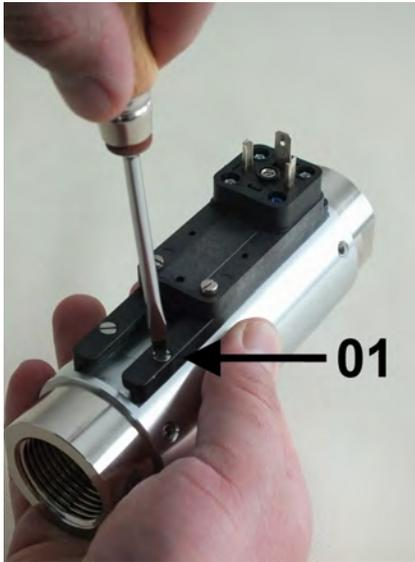

Abb. 55: Führungsleiste lösen
4. ➤ Eine der beiden Schrauben (Abb. 55/01) der Führungsleisten lösen
9. ➤ Führungsleiste (Abb. 55/01) festschrauben